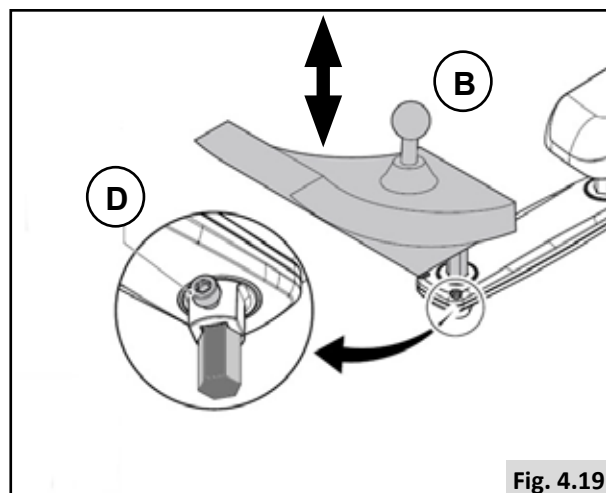

Fig. 4.19
Vooraf instellen van de hoogte van de bediening (2) (Fig. 4.19).
1. Maak de losser (D).
2. Schuif (B) in de gewenste positie.
3. Vastdraaien (D).